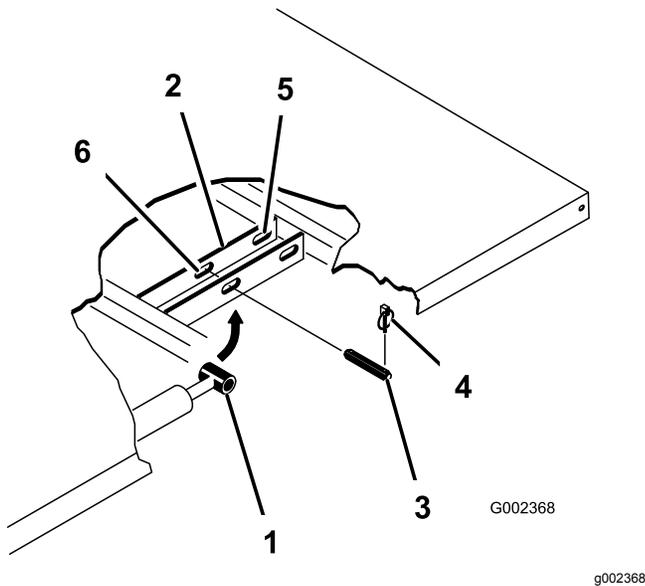

Bild 34
3. Nehmen Sie die Klappstecker von den äußeren Enden der Lastösenbolzen der Zylinderstange ab (Bild 34).
4. Nehmen Sie die Lastösenbolzen ab, mit denen die Enden der Zylinderstange an den Pritschenbefestigungsplatten befestigt sind. Drücken Sie die Bolzen hierfür nach innen (Bild 34).
5. Nehmen Sie die Klappstecker und die Lastösenbolzen ab, mit denen die Schwenkhalterungen an den Rahmenkanälen befestigt sind (Bild 34).